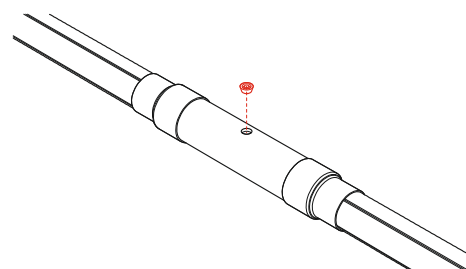

Рис. 4.7.12
12. После завершения процесса пенообразования удалить пробку для стравливания воздуха. Установить пробку, заварить ее при помощи специального инструмента (рис. 4.7.12).